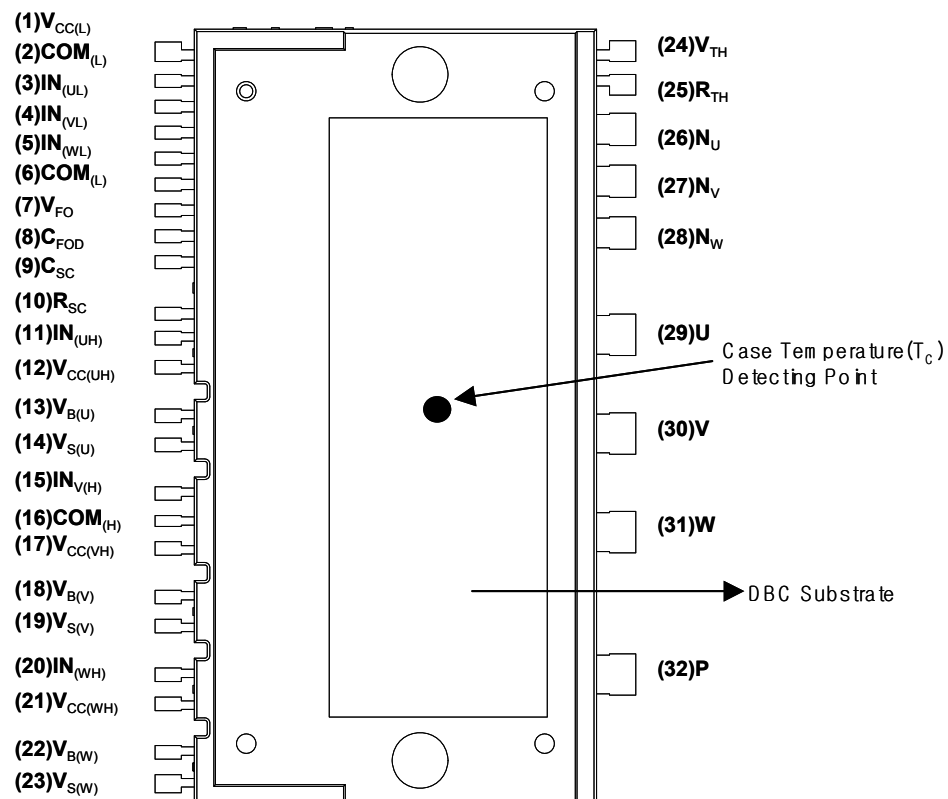

图 2. 俯视图
2. 关于壳体温度 (T_C) 的测量点, 请参见图 2。3. 散热膏的厚度不能超过 100 μm 。